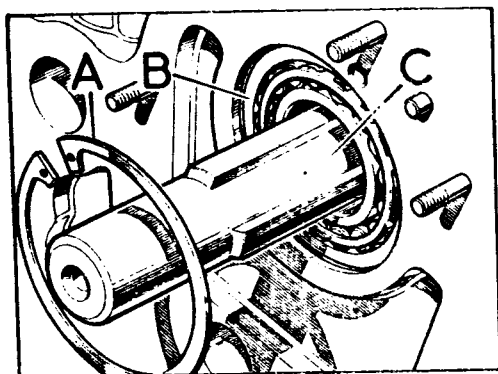

Fig. C1-32 Arillo-fiador para el cojinete delantero
- 1.2. Extraer el arillo-retén, A (Fig. C1-32) de la pista exterior del cojinete delantero, B.